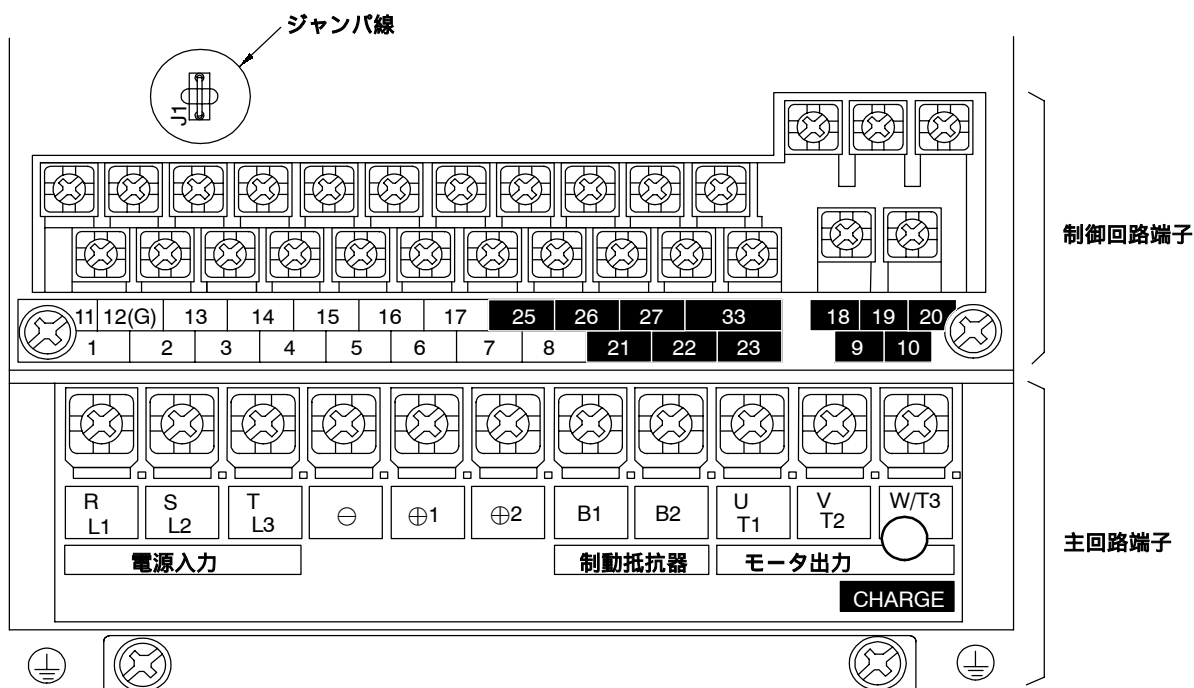

図6.1 200 V 級 0.4 kW のインバータの端子配置
- 電圧入力端子として使用する場合 (設定値 0 または 1) は、制御基板上のジャンパ J1 を切断してください (図6.1 を参照)。ジャンパを切断しないで電圧を入力すると入力抵抗が焼損します。